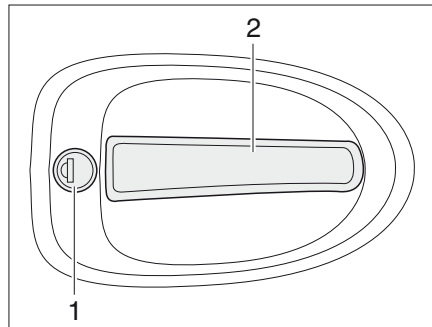

Bild 46 Dörrlås ingångsdörr, utsida
- Stick in nyckeln i låscylindern (Bild 46,1) och vrid den ända tills dörrlåset har låsts upp.
- Drag i dörrhandtaget (Bild 46,2). Dörren är öppen.
- Stick in nyckeln i låscylindern (Bild 46,1) och vrid den ända tills dörrlåset har låsts.